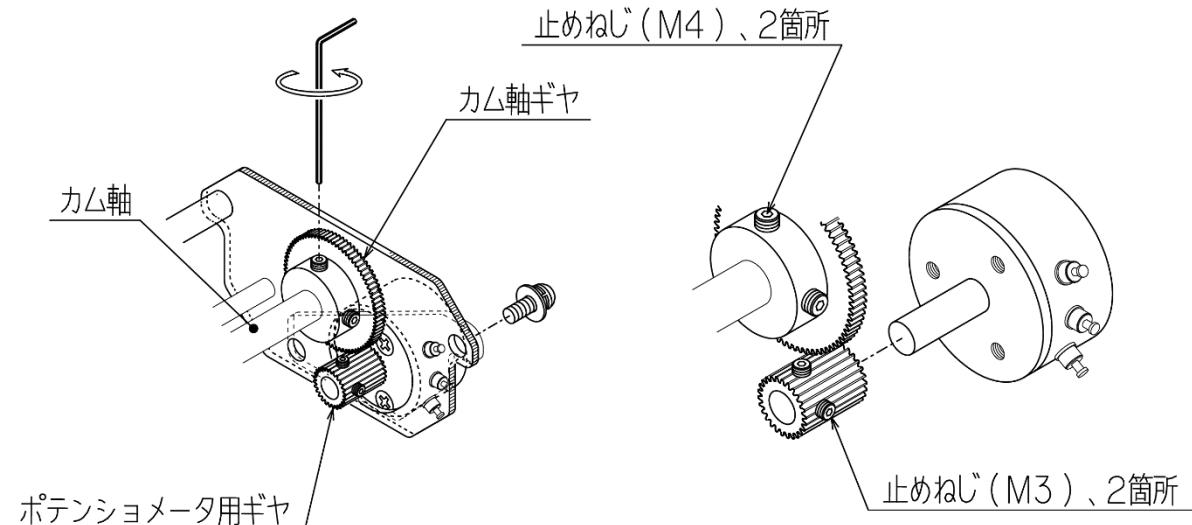

図 10：ポテンショメータの調整
- ⑨新しいポテンショメータを取付板に取付け、⑧で取り外したギヤをポテンショメータ軸に取付けます。(図10参照)
- ⑩リード線をポテンショメータ端子にはんだ付けします。リード線は⑤で記録した内容通りに接続してください。又、端子へのはんだ付け作業は出来るだけ手早く行ってください。
- ⑪ポテンショメータ取付板を本体に取付けます。この時、端子RM-WM間に抵抗値を測定し、おおよそ④で測定した数値に近い位置で組み付けると、後工程の調整作業がやり易くなります。尚、組み付けの際はギヤのかみ合い状態がきつくなりすぎないように注意してください。(若干のかみ合いガタがある程度が良い状態です)
- ①コントロールモータを電動動作で全閉位置とし電源を遮断します。
- ②コントロールモータのスイッチカバーを外します。
- ③端子箱カバーを外し、端子BM, RM, WMに接続されている外部配線を解線します。
- ④カム軸ギヤを固定している止めねじ(M4六角穴付き)を2本とも緩めます。
- ⑤端子RM-WM間にテスタ(抵抗レンジ)をあて抵抗値を測定しながらカム軸ギヤを指で回し、抵抗値が約  $2\Omega$  となる位置でカム軸ギヤの止めねじを仮固定します。(図10参照)